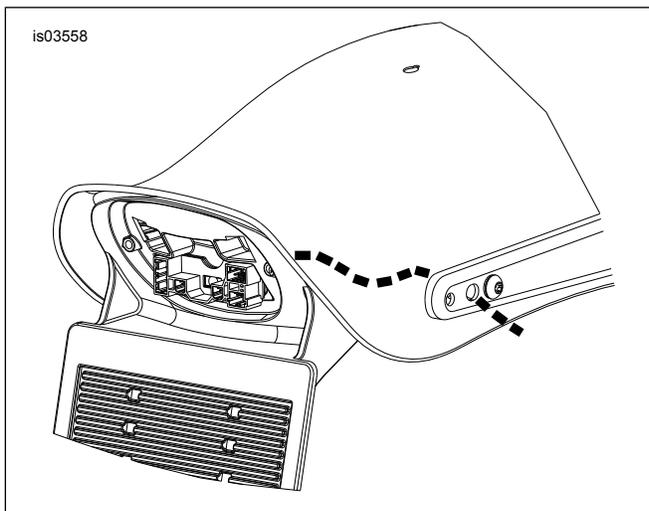

Figura 6. Disposizione del cablaggio attraverso il parafrangente posteriore ed il sostegno
5. Tirar via dal sostegno sul parafango l'indicatore di direzione (D) e relativo attacco.
6. Vedere Figura 6. Staccare dal veicolo indicatore di direzione e fili disponendo cablaggio e connettore dell'indicatore di direzione attraverso i fori nel parafango posteriore e nel sostegno del parafango. Guidare delicatamente i fili attraverso i fori in modo che non si danneggi.